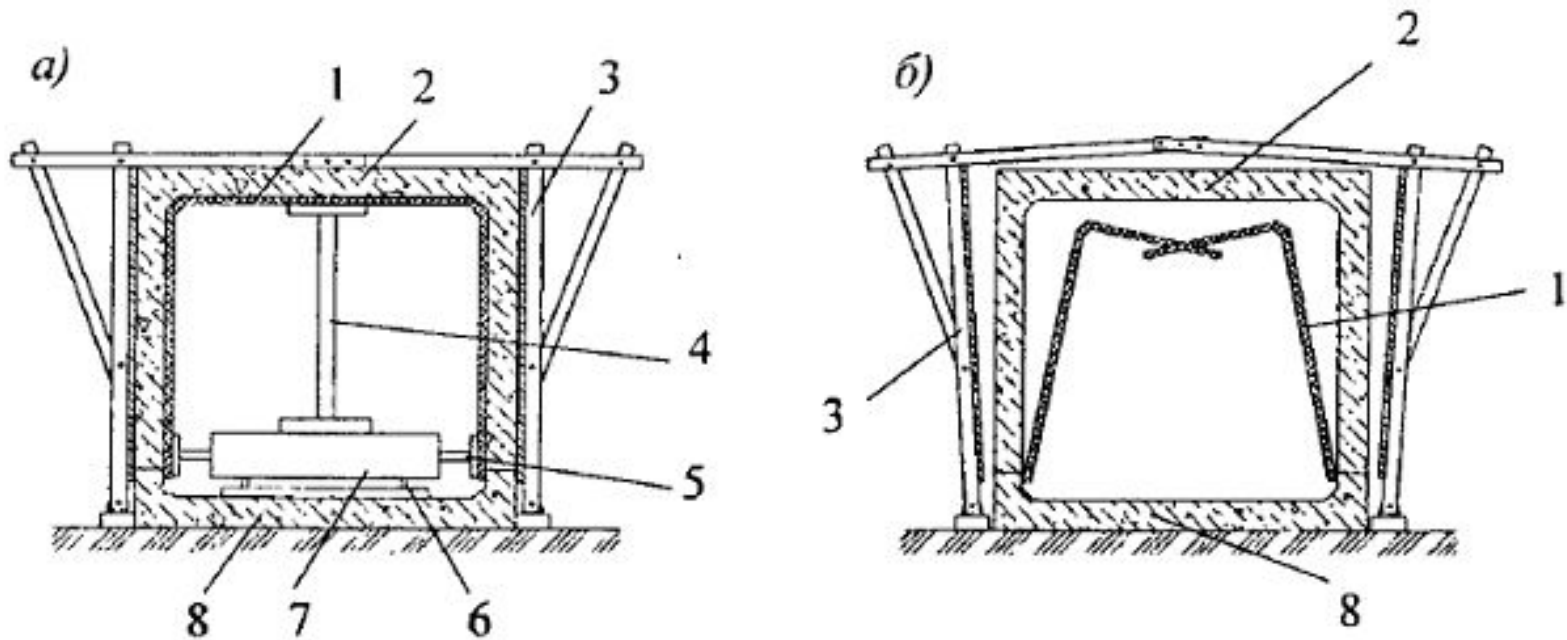

Рис. 1. Катучная опалубка для бетонирования подземных коллекторов:
- состоит из внутренней и наружной частей (рис. 1). Нижняя внутренняя часть опалубки, смонтированная на рельсовом пути, состоит из тележки с закрепленными на ней подъемными устройствами — домкратами двух типов (подъемно-опускными опорами), которые несут инвентарную опалубку.